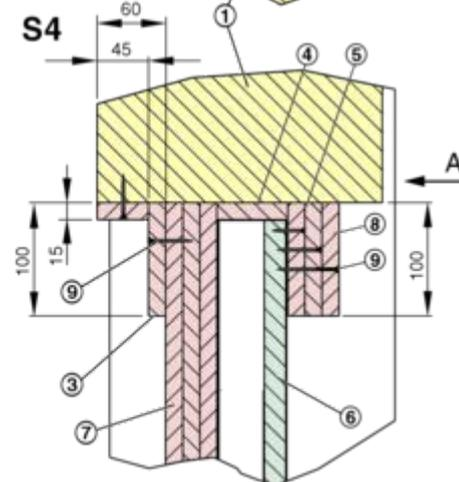

Fig. 37: Detalhes da montagem a seco EK-JZ na parede de gesso com viga de metal EI 120 S
Detalhes ↪ Fig. 37
- Estrutura da parede de acordo com as instruções do fabricante. Prepare a abertura de montagem de acordo com Fig. 37 .
- Ligue o registo e a parede com a secção de ângulo (3) feita de material em chapa através de (parafusos de apoio do macaco de 41 mm)
- As secções de ângulo são fixar à parede (7) e ao registo (1), distância entre parafusos ≤ 150 mm